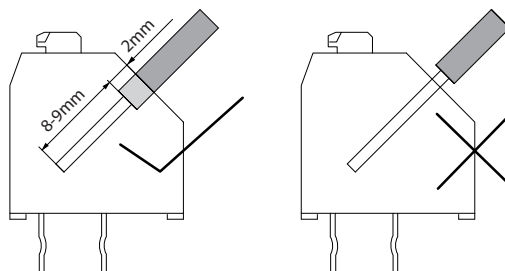

Bild 9.12 Korrekt längd på avskalad kabel
- Kontrollera att längden på den avskalade kabeln är riktig. Se Bild 9.12